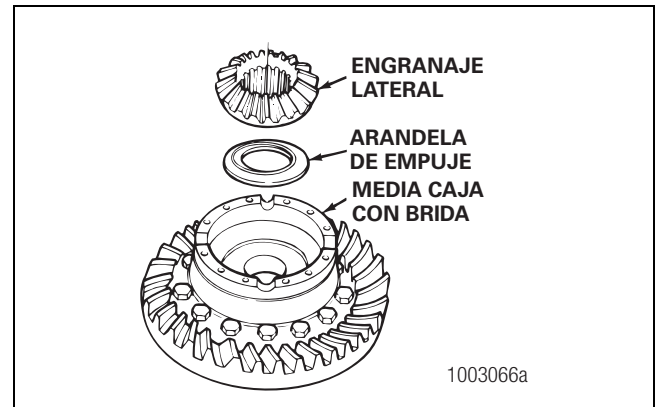

Figura 5.41
11. Instale una arandela de empuje y el engranaje lateral en la media caja con brida. Figura 5.41.